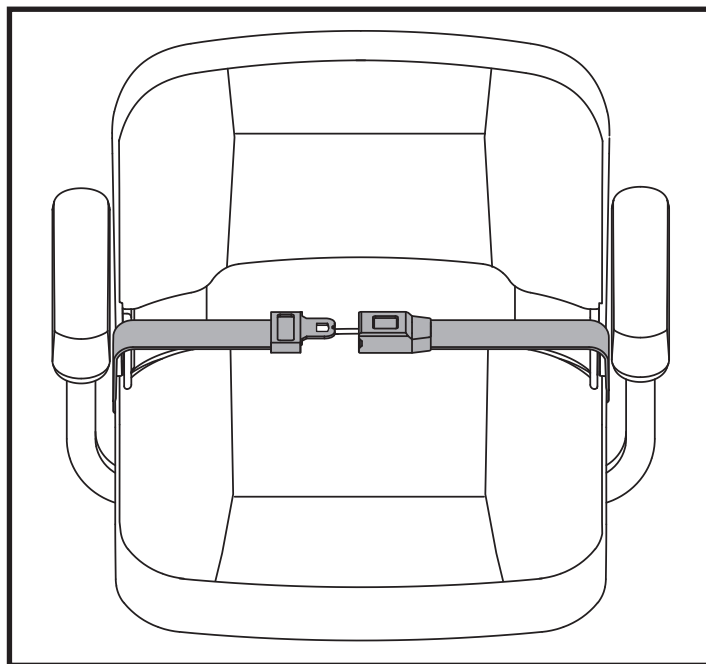

Figure 22. Ceinture de positionnement—De type attache in métal
1. Insérez l'onglet de la ceinture côté droit dans la boucle de ceinture côté gauche jusqu'à ce que vous entendiez le «clic». **Voir la figure 22.**